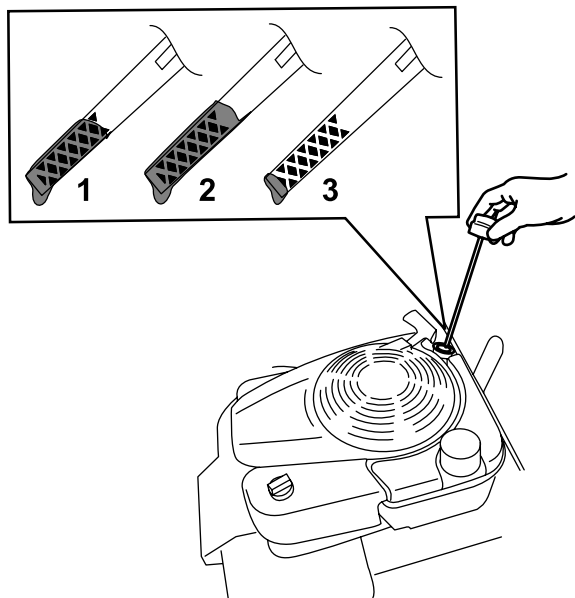

Рисунок 5
2. Извлеките масломерный щуп, повернув крышку против часовой стрелки и вытянув его (Рисунок 5).
7. Определите уровень масла по отметкам на щупе (Рисунок 5).